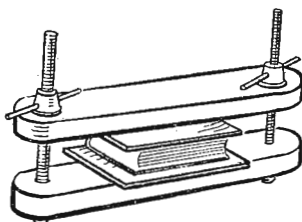

Рис. 31. Переплетный пресс
**Переплетный пресс** (тиски), показанный на рис. 31, служит для обжима готовых и находящихся в работе книг. Пресс состоит из двух деревянных колодок размером  $60 \times 10 \times 10$  см. К нижней колодке на расстоянии 5 см от концов прикрепляют два штыря из дерева крепкой породы (дуб, береза), диаметр которых 3 см, высота от колодки 30 см. Эти штыри имеют выемки для удобного захвата пальцами.